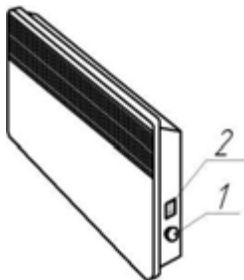

Рис.6 Розміщення органів керування конвекторів (IP20)
5.7 Переведіть клавішу вимикача (клавіші ступінчастого регулятора потужності) у відключене положення «0», ручку термостата встановіть в положення «\*» (сполучіть знак «\*» на ручці з міткою на корпусі конвектора або блоку керування). Конвектор готовий до роботи (розташування органів керування конвектором наведено на рис. 6, 7).